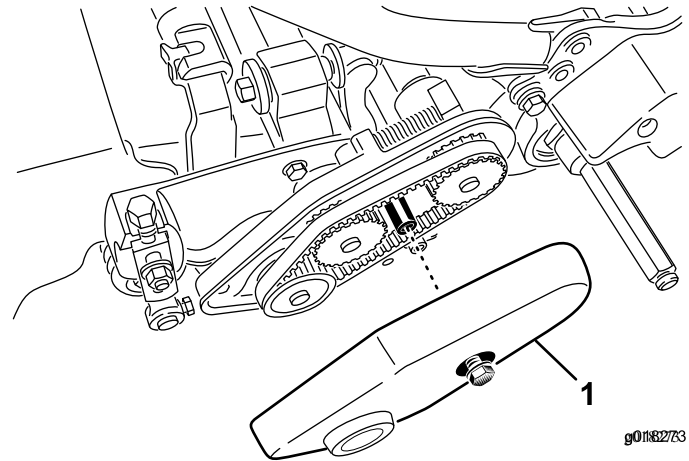

图40
- 1. 松开固定皮带罩的凸缘螺栓，并取下皮带罩露出皮带（图40）。